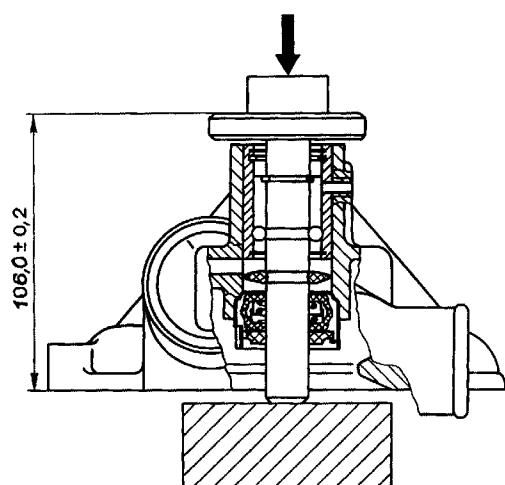

Рисунок 53 – Напрессовка ступицы
- напрессовать на валик подшипника ступицу шкива насоса, выдержав размер  $(106,0 \pm 0,2)$  мм (Рисунок 53);